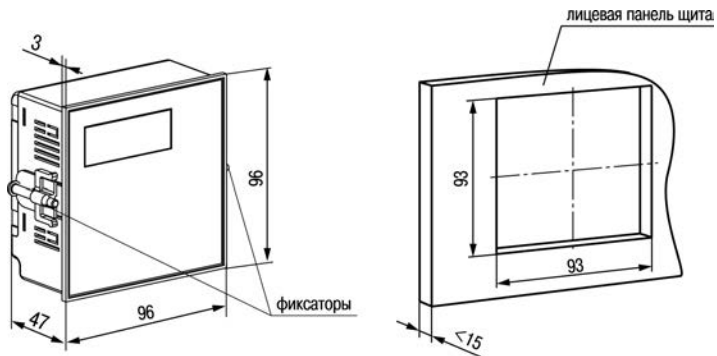

Рисунок 4.4 – Габаритные размеры корпуса Щ11
1. Подготовить на щите управления место для установки прибора (см. *рисунок 4.4*).